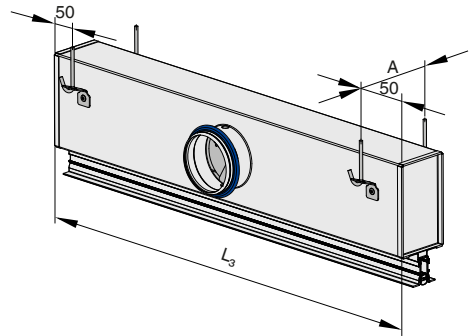

Abb. 5: Anschlusskasten abhängen
1. ▶ Befestigungselemente, z. B. Seile, Abhängedrähte, Schnellspann- oder Noniusabhänger (Abb. 5/1) an der Decke befestigen.